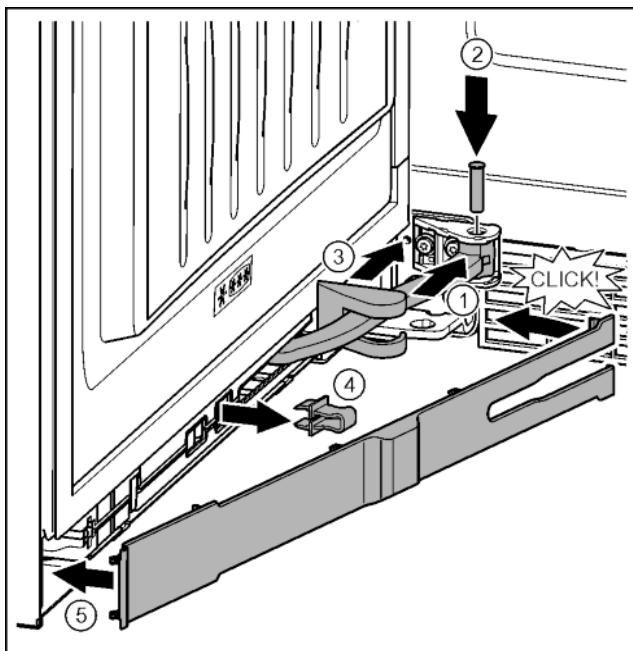

Fig. 38
- ▶ Повернуть шарнир в навеске. Fig. 38 (1)
- ▶ С помощью отвертки T15 вставить палец в навеску и шарнир. При этом следить за тем, чтобы выступ фиксатора занимал правильное положение в пазу. Fig. 38 (2)
- ▶ Переместить крышку вдоль шарнира и установить над навеской. Fig. 38 (3)
- ▶ Снять предохранитель. Fig. 38 (4)
- ▶ Установить крышку со стороны ручки и повернуть. Fig. 38 (5)